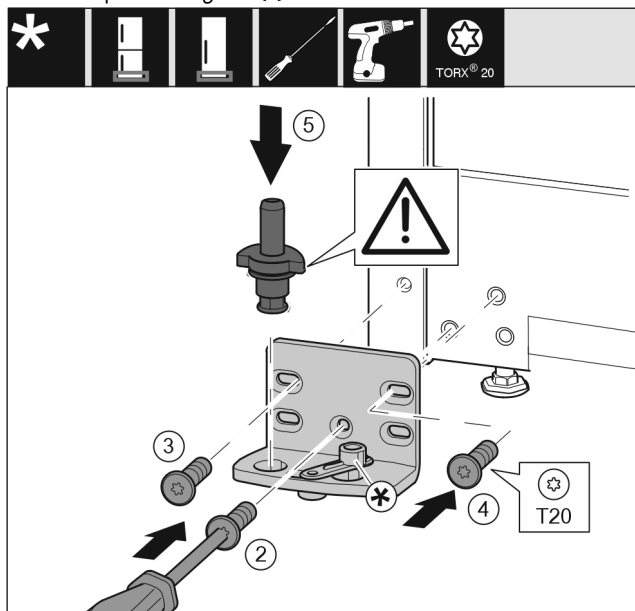

Fig. 46 *
- Ležajni podstavek namestite na drugo stran in ga po s pomočjo izvijača. Pričnite z vijakom Fig. 46 (2) spodaj na sredini.*
- Privijte vijak Fig. 46 (3) in vijak Fig. 46 (4).*
- Vstavite ležajni sornik Fig. 46 (5) do konca. Pri tem pazite na to, da je zaskočni zapah obrnjen nazaj.*